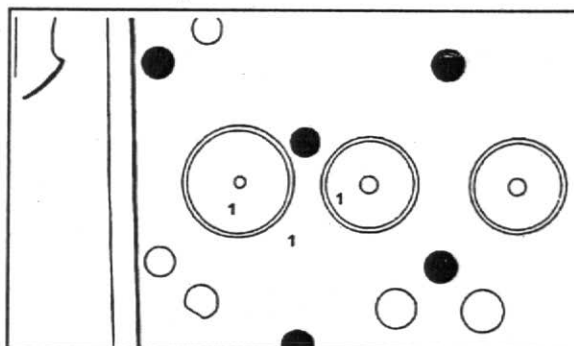

Fig. 13
4. Ao remover ou substituir as válvulas, identifique com lápis elétrico o número correspondente a cada cilindro, fig.13.